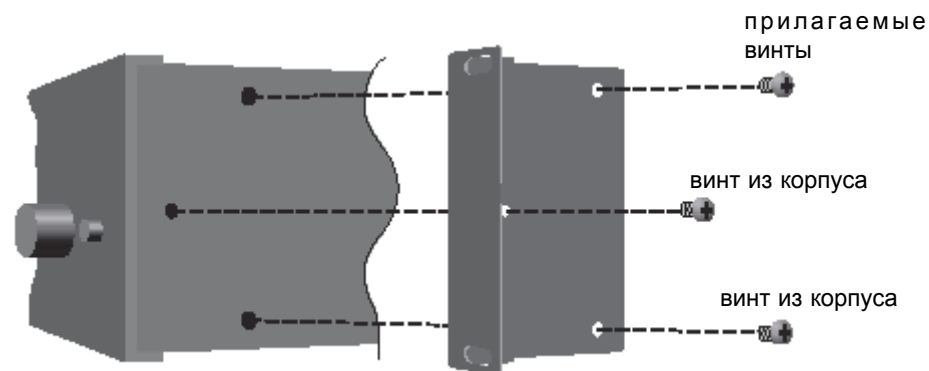

рисунок 2.2 Установка рэковых креплений
2. Смотрите рис. 2.2. Удалите два винта с каждой стороны корпуса рядом с передней стенкой.